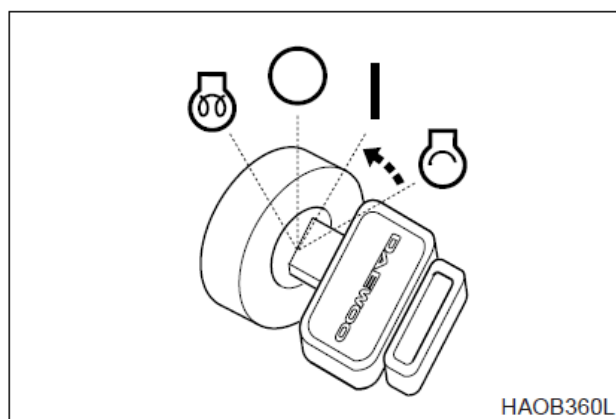

Рис. 13
6. После того, как двигатель запущен, отпустить ключ. Ключ вернется в положение "I" (Включен), рис.13.